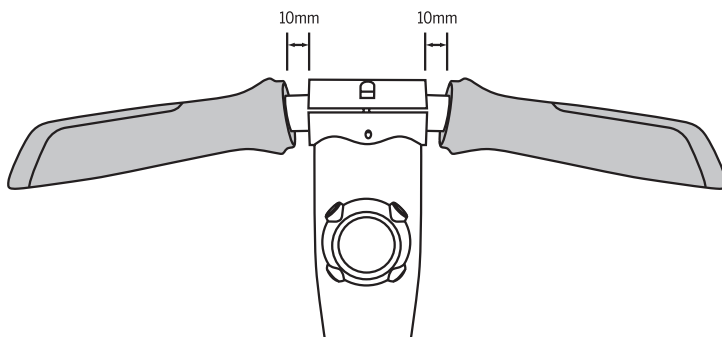

图 1. 将手柄滑离手把夹紧件
2. 将手把的两个手柄滑离手把夹紧件至少 10mm (大约 3/8 英寸)。请参见图 1。